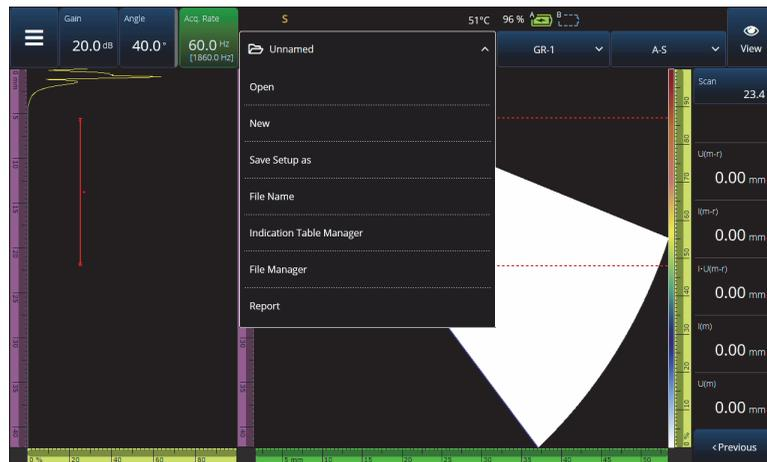
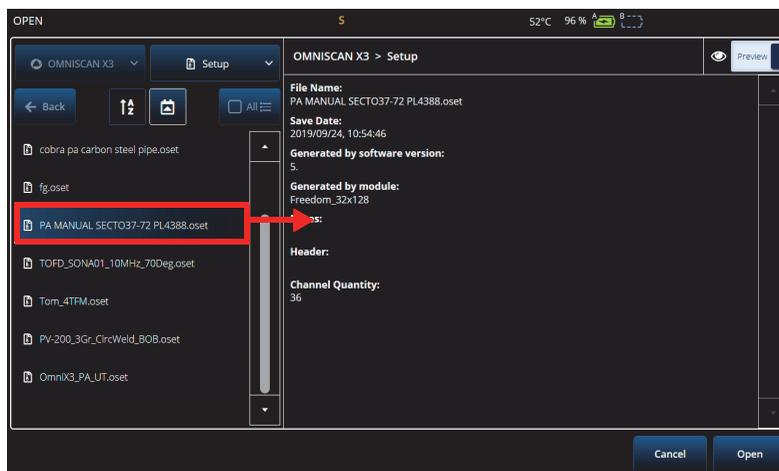

Figure 6-1 Menu File (Fichier)
Figure 6-2 Menu Open (Ouvrir)
Les configurations et les données d'inspection sont conservées et organisées à l'aide de fichiers, et présentées dans des rapports. Vous pouvez utiliser le menu **File** (Fichier) pour accéder à plusieurs paramètres de fichiers ainsi qu'à l'outil **Report** (Rapport) et au **File Manager** (Gest. fichiers) [Figure 6-1 à la page 215].
- Pour enregistrer votre fichier de configuration, sélectionnez **Save Setup As** (Enreg. config. sous) dans le menu **File (Fichier)** (Figure 6-1 à la page 215).
- Pour ouvrir un fichier, sélectionnez **Open (Ouvrir)** dans le menu **File (Fichier)** [Figure 6-1 à la page 215], puis choisissez le répertoire dans lequel se trouve le fichier. Vous pouvez ouvrir le fichier de configuration ou le fichier de données en sélectionnant le type de fichier. Vous pouvez également classer les fichiers par ordre alphabétique ou par date à l'aide de l'icône **Filter (Filtre)**, et prévisualiser le fichier sélectionné (Figure 6-2 à la page 216).